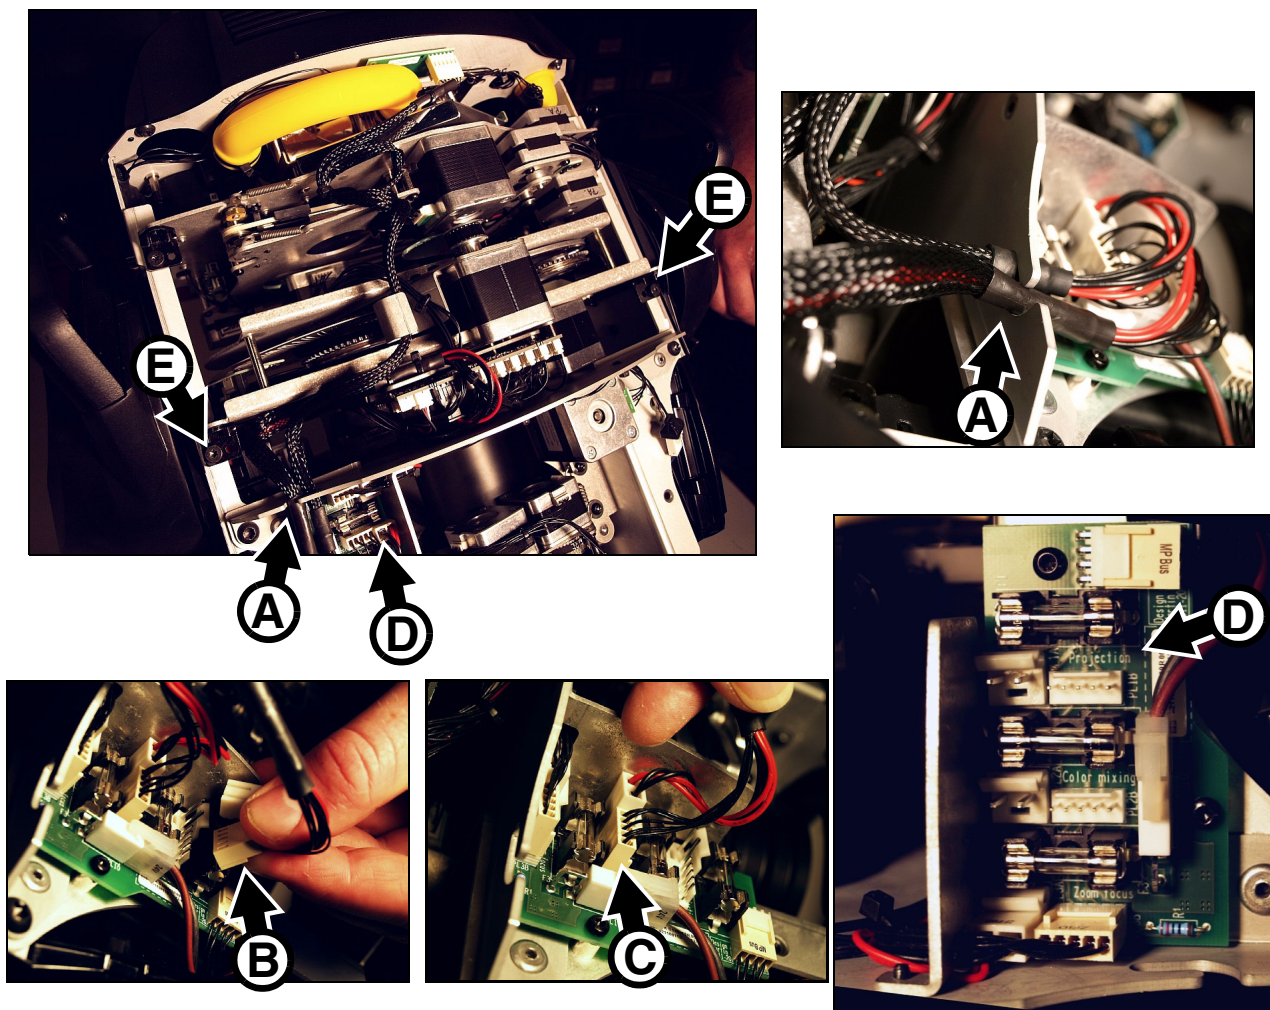

Figure 24: Déconnexion du module de projection
3. Voir Figure 24. Débranchez le faisceau du module de projection et de trichromie de leur encoche A dans le module de zoom/net et débranchez les deux connecteurs B du module de projection ainsi que les connecteurs C du module de trichromie de leur carte D. Notez que les connecteurs sont repérés sur la carte.